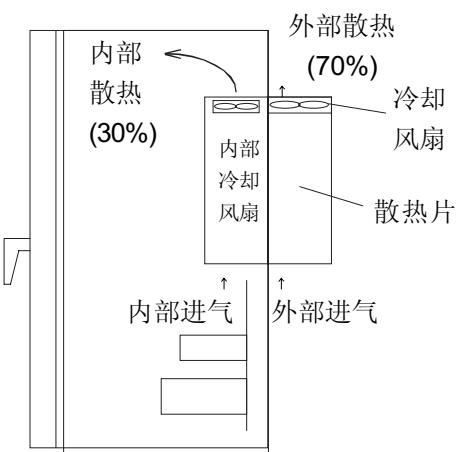

图 2-2-2 外部冷却方式
④ 当将变频器安装在控制柜内时，要考虑通风散热，保证变频器的周围温度不超过规范值。不要将变频器安装在小的通风散热不良的密闭箱柜中。
⑤ 在同一个箱柜中安装多台变频器时，为了减少相互间的热影响，建议应横向并排安装。如必须上下安装，则必须设置分隔板，以减少下部产生的热量对上部的影响。
⑥ 变频器出厂时，都为柜内冷却安装方式。对≤ 22kW 主变频器，要追加安装架选件，对≥ 30kW，只要移动原安装架，都能实现如图 2-2-2 所示那样的外部冷却安装方式。